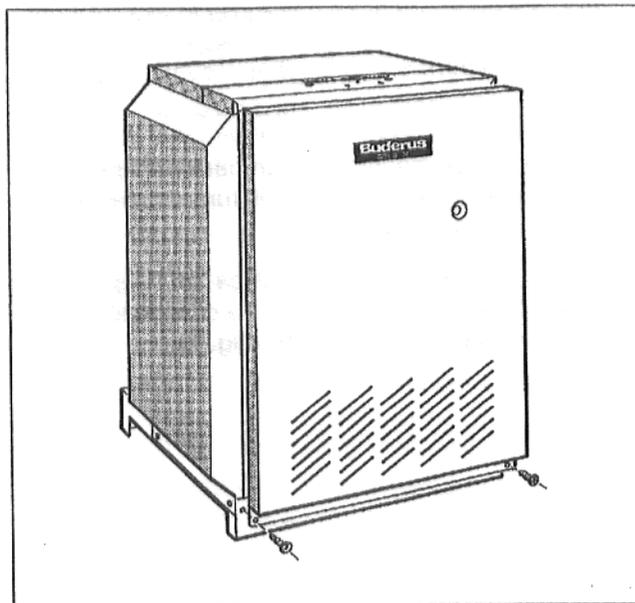

Fig. 4: Scoaterea peretelui frontal al cazanului
- Se scot șuruburile de siguranță de jos de la peretele frontal al cazanului. (Fig. 4).
- Se ridică și se scoate drept în fața peretele frontal (Fig. 4).